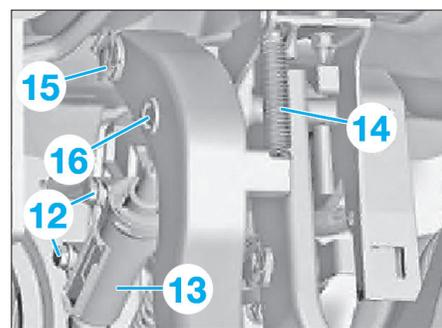

Fig. 16
- Déposer les vis (12) du cylindre émetteur (13) (Fig.16).
- Décrocher le ressort de rappel (14).
- Retirer l'agrafe de sécurité (15) et extraire la pédale d'embrayage avec le cylindre émetteur du palier.
- Comprimer les extrémités de l'axe (16) et l'extraire.